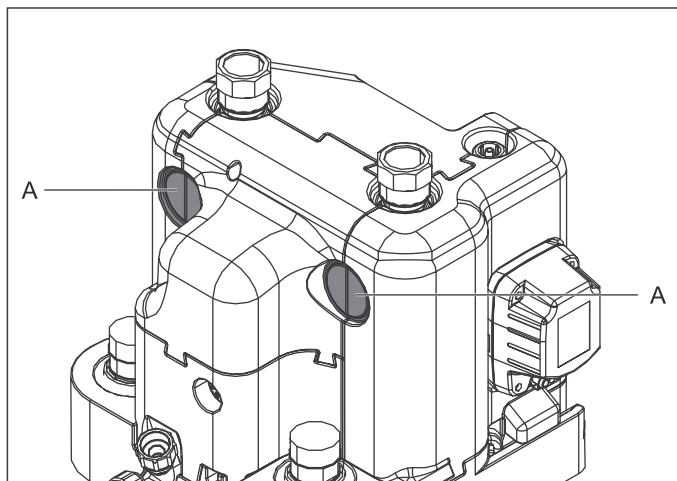

Bild 4-15 Ausschnitt Wärmedämmung
- Seitliche Durchlässe der Wärmedämmung (Bild 4-15, Pos. A) mit einem geeigneten Werkzeug ausschneiden.